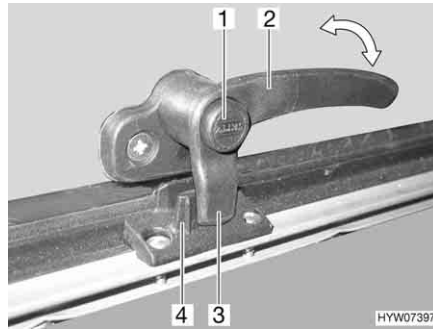
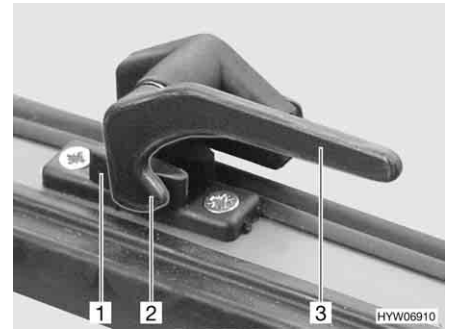

Fig. 57 Palanca de bloqueo con botón de seguridad en la posición de "cerrado"
Fig. 58 Palanca de bloqueo en la posición de "cerrado"
- Si existe, pulsar el botón de seguridad (Fig. 57,1) y mantenerlo pulsado.
- Girar la palanca de bloqueo (Fig. 57,2 ó Fig. 58,3) un cuarto de vuelta hacia la mitad de la ventana.
- Girar la palanca de bloqueo (Fig. 57,2 ó Fig. 58,3) un cuarto de vuelta hacia el marco de la ventana. El saliente de bloqueo (Fig. 57,3 ó Fig. 58,2) de la palanca de bloqueo se encuentra en la cara interior del bloqueo de la ventana (Fig. 57,4 ó Fig. 58,1).
- En la posición "cerrada fijamente" (Fig. 57 y Fig. 58)